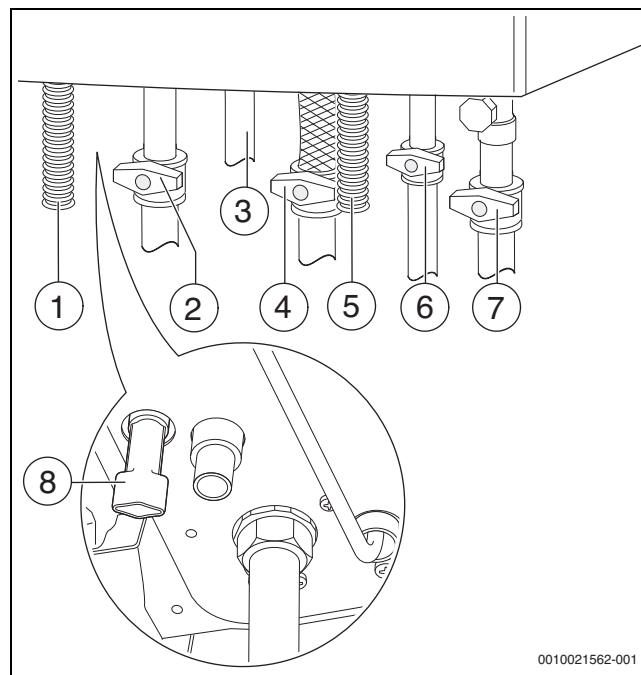

Fig. 26 Collegamenti lato gas e lato acqua (accessori)
- Aprire il rubinetto dell'acqua fredda (→ fig. 26) e poi aprire un rubinetto dell'acqua calda finché non esce l'acqua.
- Aprire i rubinetti di mandata riscaldamento e ritorno riscaldamento (→ fig. 26).
- Riempire l'impianto di riscaldamento con pressione compresa tra 1 e 1,5 bar sul dispositivo di riempimento (→ fig. 26) e richiudere lo stesso.